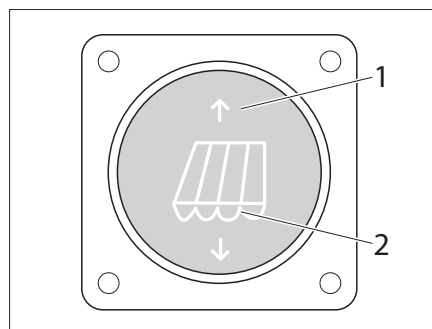
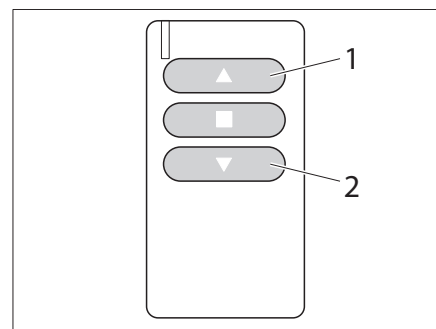

Fig. 38 Interrupteur pour store électrique
Fig. 39 Télécommande pour store électrique
Le store est également disponible en version avec moteur électrique. La commande s'effectue à l'aide de l'interrupteur (Fig. 38) ou bien d'une télécommande (Fig. 39).
- Appuyer sur la touche (Fig. 38/1) et/ou la touche (Fig. 39/1). Le store extérieur rentre.
- Appuyer sur la touche (Fig. 38/2) et/ou la touche (Fig. 39/2). Le store extérieur sort.